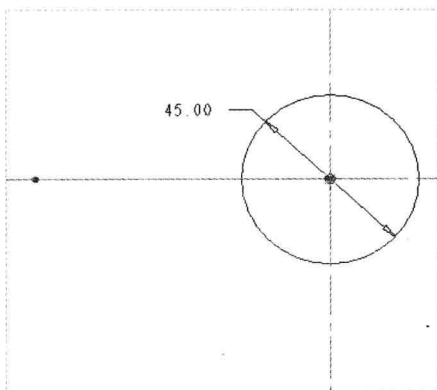

图 9-33 绘制截面
Step 03 进入草绘环境，单击“草绘”选项卡中的相应按钮，绘制截面，如图 9-33 所示，单击“关闭”面板中的“确定”按钮, 完成截面绘制并退出草绘环境。